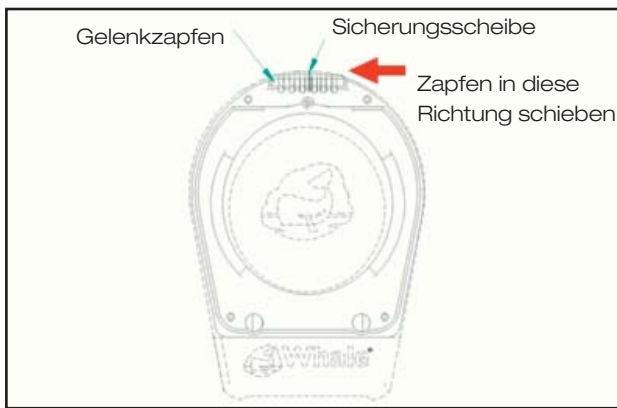

Abb. 9
1. Gelenkzapfen in angegebener Richtung unter Anwendung angemessener Kraft heraus drücken (Hebel dann herausschieben). Die Sicherungsscheibe sollte an einem sicheren Platz aufbewahrt werden (siehe Abb. 9).
8. Der Hebel ist durch Wiederherstellung der Gelenkverbindung wieder anzubringen. Der Zapfen wird dabei durch die Sicherungsscheibe gedrückt (siehe Abb. 9).